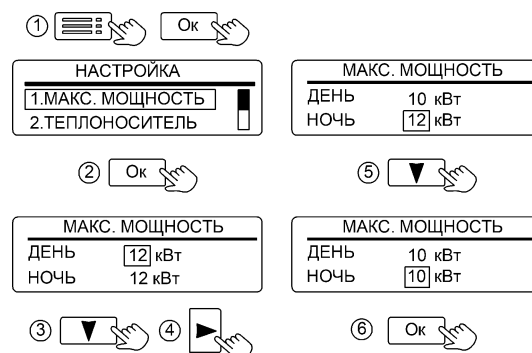

Рисунок 16. Настройка мощности котла
11.1.1 «1.МАКС. МОЩНОСТЬ» - значение максимальной мощности котла при его работе. При необходимости возможно ограничение мощности (см. рис. 16).